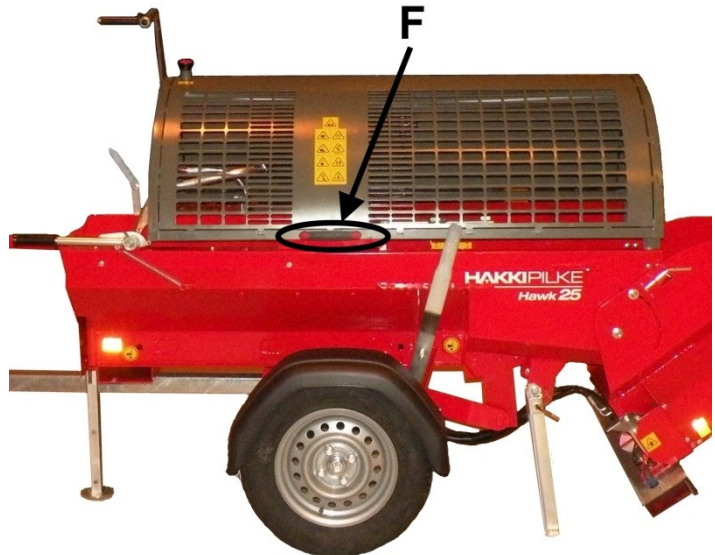

Bild 13.
1. Öppna vedmaskinens skydd med hjälp av handtag F (bild 13). Nu är klyv- och kapfunktioner avstängda i maskinens hydraulikkrets, och maskinen kan startas lättare tack vare en mindre belastning.
6. Stäng vedmaskinens skydd med hjälp av handtag F (bild 13).
1. Stäng av maskinen och öppna maskinens skydd (bild 13).